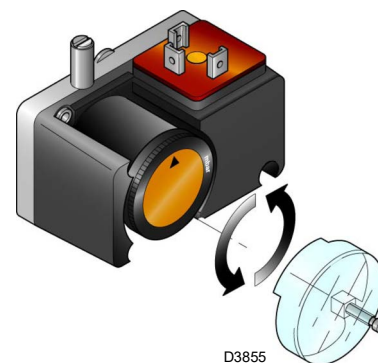

Рис. 32
- Отрегулируйте реле давления для контроля герметичности (комплект PVP) (Рис. 32 на стр. 33), при наличии, в соответствии с инструкциями, прилагаемыми к самому комплекту.
Отрегулируйте реле давления для контроля герметичности (комплект PVP) (Рис. 32) в соответствии с инструкциями, прилагаемыми к самому комплекту.